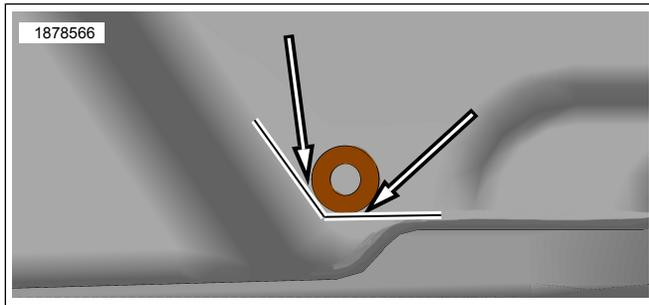

Figura 3. Zona de perforación del agujero inferior de la alforja
- b. Figura 3 Use el ojal (7) del kit para ubicar el punto de perforación.